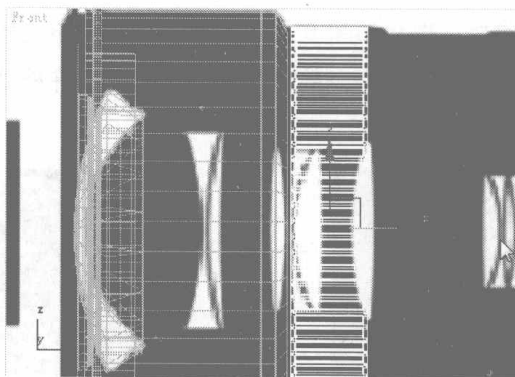

图 6.403
- 31** 在 Front 视图中用缩放工具将其进行适当的缩放，并移动到如图 6.403 所示的位置。